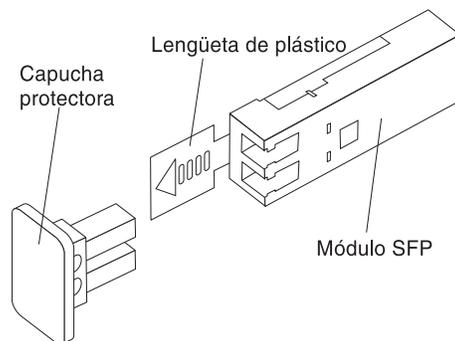

Figura 12. Módulo SFP y capucha protectora
2. Retire la capucha protectora del módulo SFP, tal como se muestra en la Figura 12. Guarde la capucha protectora para volver a utilizarla posteriormente.
2. Si es necesario, retire la capucha protectora del módulo SFP, tal como se muestra en la Figura 12 en la página 28. Guarde la capucha protectora para volver a utilizarla posteriormente.